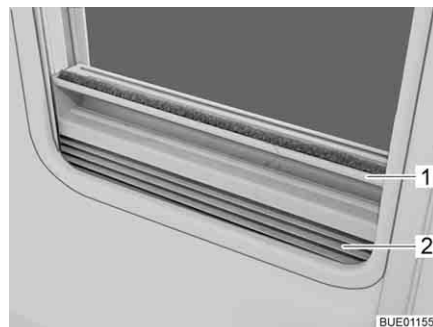

Fig. 39 Dispositif occultant plissé
- Saisir le dispositif occultant plissé (Fig. 39,2) par le centre de la barre-poignée (Fig. 39,1), le tirer du bas vers le haut et le relâcher à la hauteur voulue. Le dispositif occultant plissé reste alors à cette hauteur.